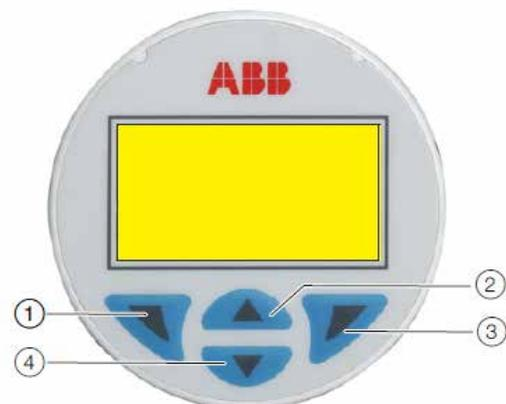

Figura 4
A IHM do visor de LCD, em caso de erros do transmissor ou mau funcionamento, é capaz de exibir mensagens específicas de erro/falha para ajudar o usuário a identificar o problema e resolvê-lo. Caso haja um alarme, uma mensagem consistindo em um ícone e texto aparecerá na parte inferior do visor de processo. Use a tecla (1) para obter o nível de informações (figura 4). Use o menu de "Diagnóstico" para obter a descrição do erro com o texto de ajuda. Na descrição do erro, o número do erro será exibido na segunda linha (M028.018). Duas outras linhas são usadas para descrever o erro. O status do dispositivo é dividido em quatro grupos. A mensagem de texto ao lado desse ícone na tela fornece informações sobre onde procurar pelo erro dentro dessas áreas. Componentes Eletrônicos, Sensor, Configuração, Operação e Processo.